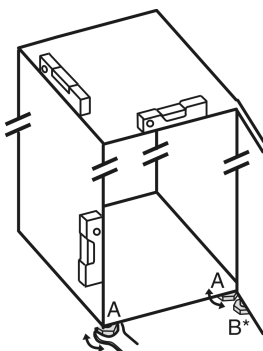

Fig. 19
- ▶ Stellfüße Fig. 19 (A) mit beiliegendem Gabelschlüssel und mit Hilfe einer Wasserwaage herausdrehen, bis das Gerät fest und ebenstehend ausgerichtet ist.
- ▶ Stellfuß Fig. 19 (B) am Lagerbock mit beiliegendem Gabelschlüssel herausdrehen, bis er auf dem Boden aufliegt.
- ▶ Stellfuß Fig. 19 (B) maximal um 90° weiter drehen, um eine Beschädigung der Tür zu vermeiden.